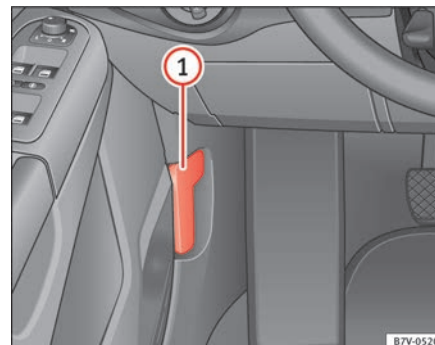

Abb. 166 Im Fußraum auf der Fahrerseite: Hebel zum Entriegeln der Motorraumklappe.
- Entriegelungshebel in Pfeilrichtung ziehen ⇒ **Abb. 166**. Die Motorraumklappe springt durch Federkraft aus der Verriegelung des Schlossträgers ⇒ .